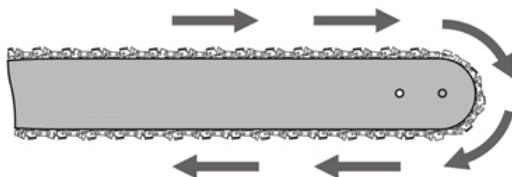

Рисунок 7. Розташування ланцюга на напрямній шині.
5. Тримавши ланцюг обома руками, розташувати його вздовж напрямної, орієнтуючи ланки за напрямком руху (рис. 7), та ввести ланцюг в зачеплення з веденою зірочкою на напрямній (рис. 7);